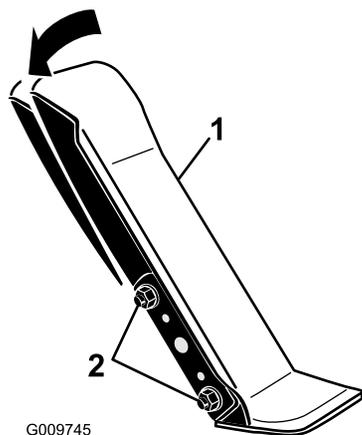

Рисунок 104
1. Ослабьте две гайки и болты крепления левой стороны педали тяги к кронштейну (**Рисунок 104**).
2. Поверните педаль под требуемым рабочим углом и затяните гайки (**Рисунок 104**).